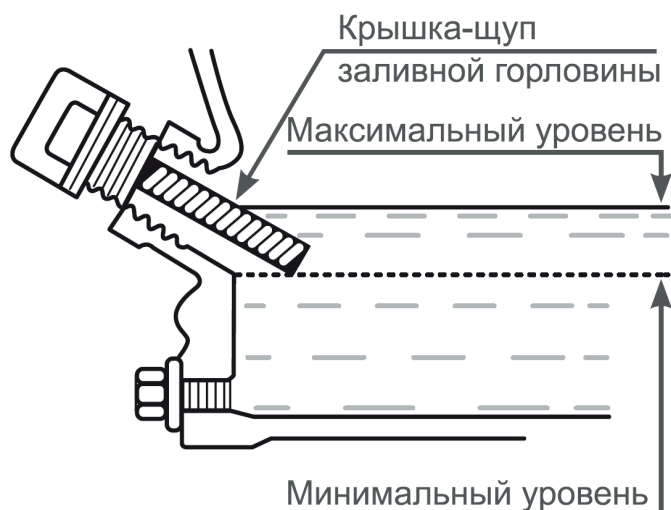

Рис. 24 Уровень масла в картере
2. Извлеките крышку/щуп заливного отверстия и на чисто протрите её (Рис.24).
Нормальным считается, когда масло находится на уровне нижнего края заливной горловины (А) Рис.24.